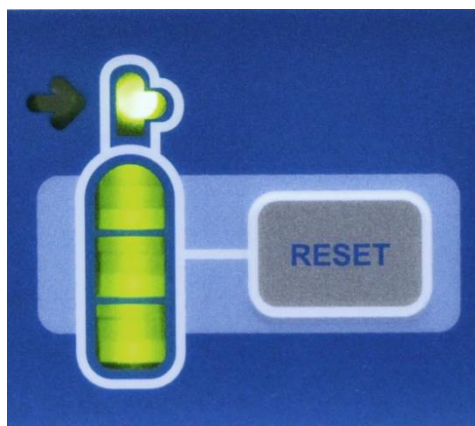

Figura 11: Botão RESET do manómetro de gás de N₂O
- Localize o ecrã do cilindro de gás na parte frontal da cryoICE BOX e observe o botão RESET à direita deste ecrã; consulte a Figura 11.